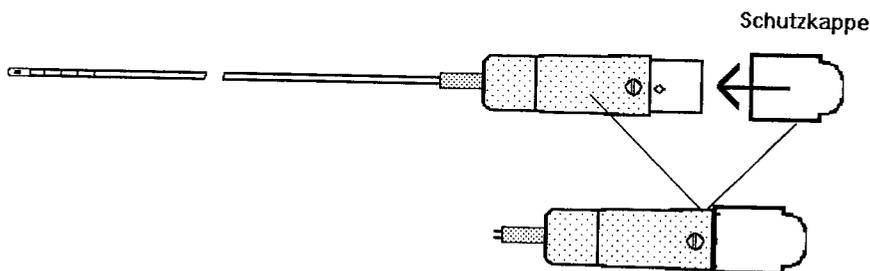

Abbildung 3: Aufstecken der Schutzkappe
- Aufstecken der Schutzkappe (s. Abb. 3) zum Schutz des Sondensteckers vor Feuchtigkeit